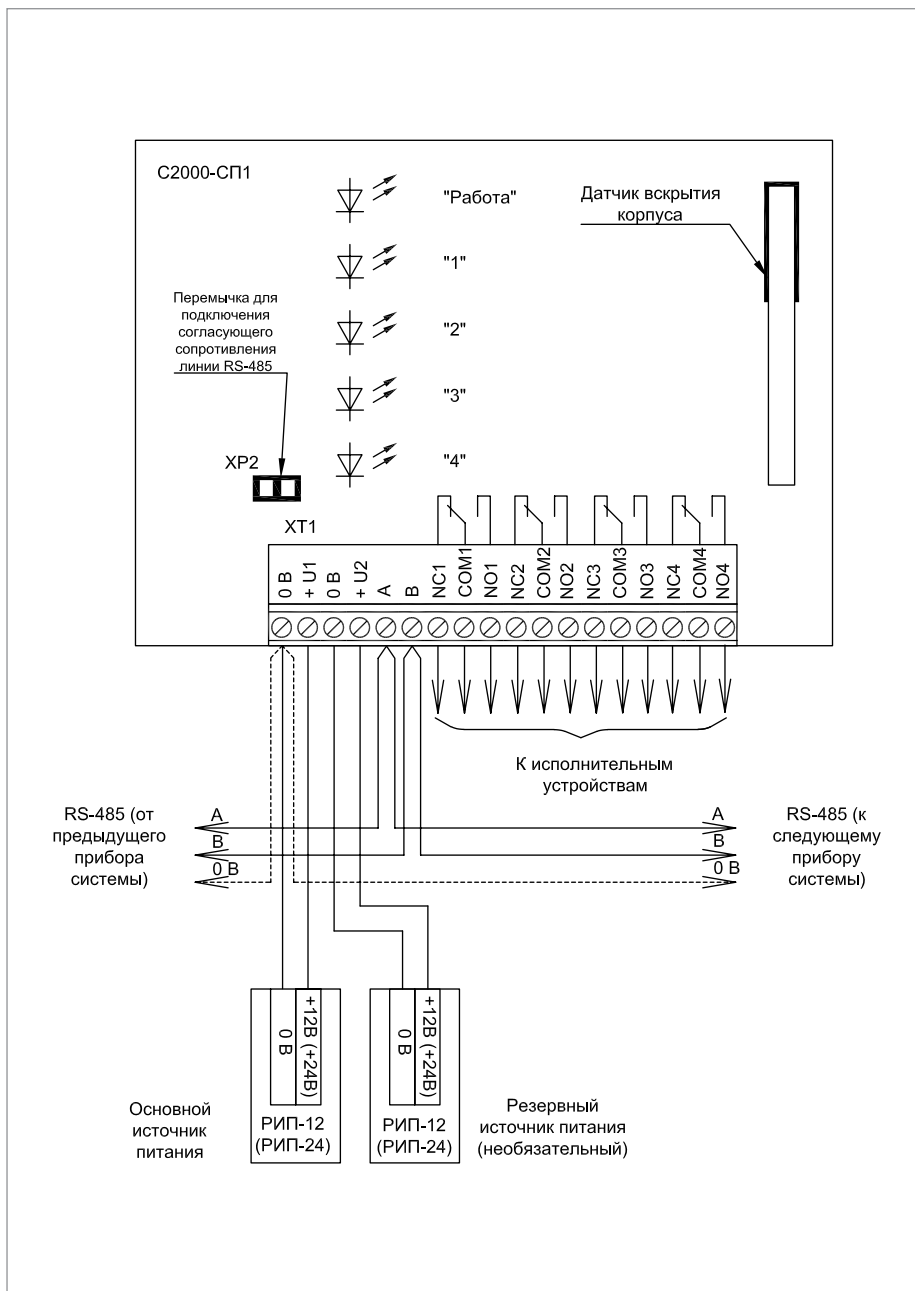
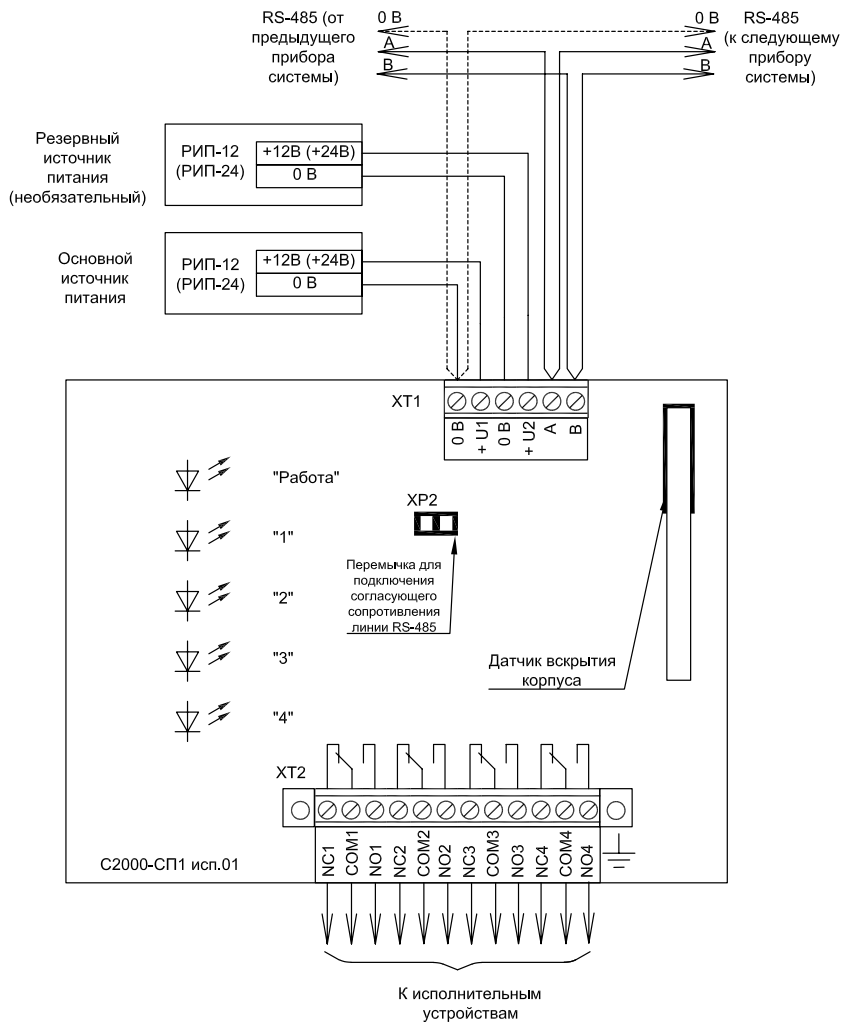

Рисунок 11. Схема внешних соединений блока «С2000-СП1»
Рисунок 12. Схема внешних соединений блока «C2000-CP1 исп.01»
4. Схема подключения блока «С2000-СП1» приведена на Рисунок 11, схема подключения блока «С2000-СП1 исп.01» приведена на Рисунок 12.